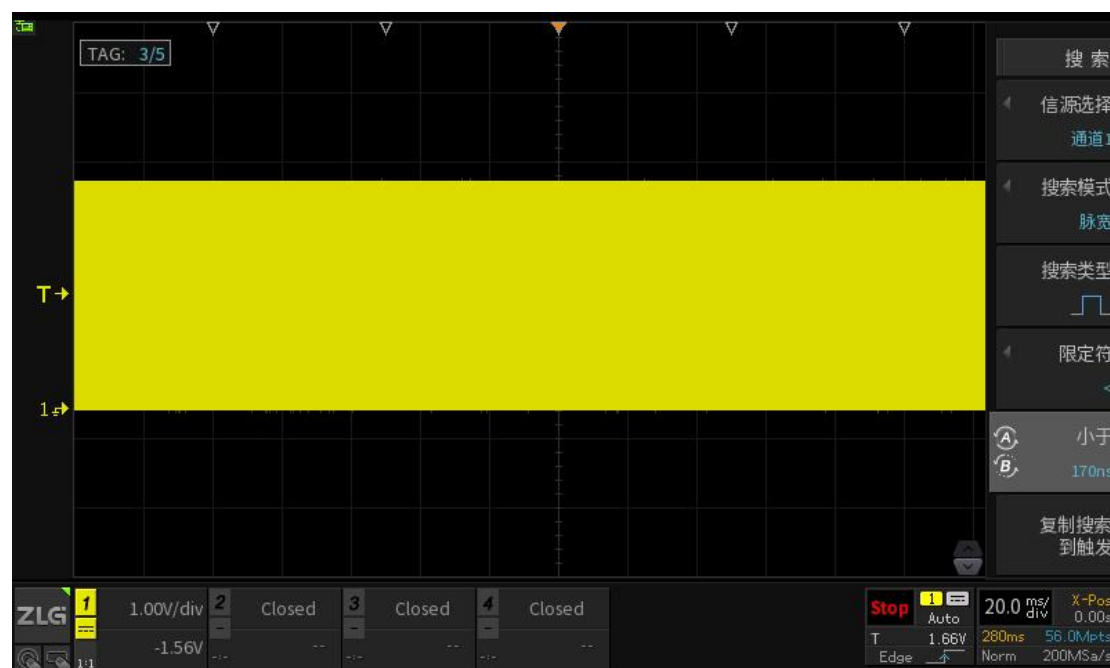

图 13-7 搜索设置
- 5、调节水平时基旋钮，将时基调为 100ms 左右，尽量让屏幕上有较多的波形，结果如图 13-7 所示，屏幕上的三角形白点即位搜索结果；